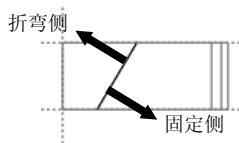

图 11.3.4 选择折弯侧和固定侧
Step8. 选择折弯侧。此时系统提示  指明在图元的哪一侧创建特征。, 在 **BEND SIDE (折弯侧)** 菜单中选择 **Flip (反向)** 命令, 使箭头指向另一侧 (图 11.3.4), 然后选择 **Okay (确定)** 命令。
Step9. 选择固定侧。此时系统提示  箭头指示着要固定的区域。拾取反向或确定。, 选择 **Okay (确定)** 命令, 使固定侧箭头指向如图 11.3.4 所示。